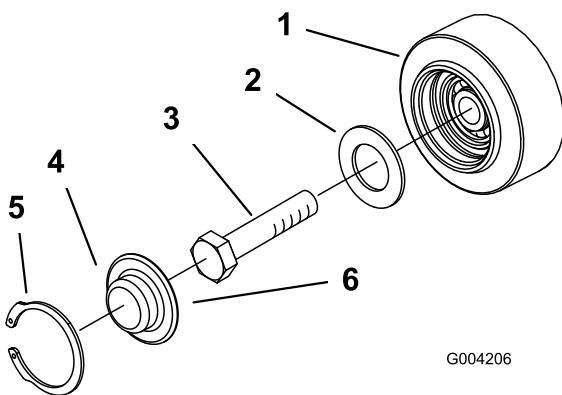

Figure 49
| 3. Déposez le jonc d'arrêt et le chapeau d'un galet de roulement (Figure 49). | |
4. Vérifiez la graisse sous le chapeau et autour du joint (Figure 49). Si elle est encrassée, granuleuse ou en quantité insuffisante, enlevez toute la graisse, remplacez le joint et ajoutez de la graisse neuve.
6. Placez le chapeau de galet de roulement sur la tête du boulon (Figure 49).
7. Fixez le chapeau avec le jonc d'arrêt (Figure 49).